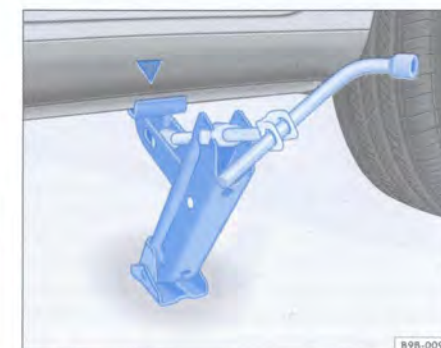

Fig. 140 Gato colocado en la parte trasera, lado izquierdo
2. Inserte la extremidad de la llave de rueda en el orificio del gato y, sosteniendo la llave de rueda por la parte hexagonal, levante el gato abajo del punto de recepción ⇒ fig. 140, hasta que pueda ser ajustado por debajo del vehículo, en la nervadura vertical del larguero inferior.
- La garra del gato deberá envolver el perfil vertical del larguero para que, al levantar el vehículo, el gato no escape ⇒ fig. 140. ◀